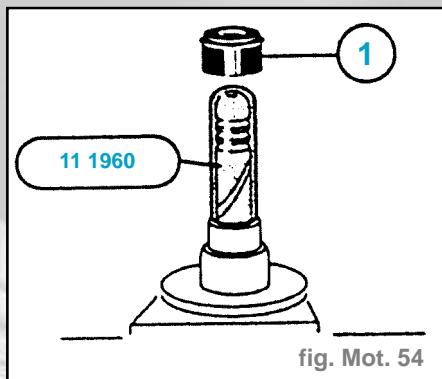

fig. Mot. 54
- Mettre en place la douille de montage **11 1 960** (fig. Mot. 54).